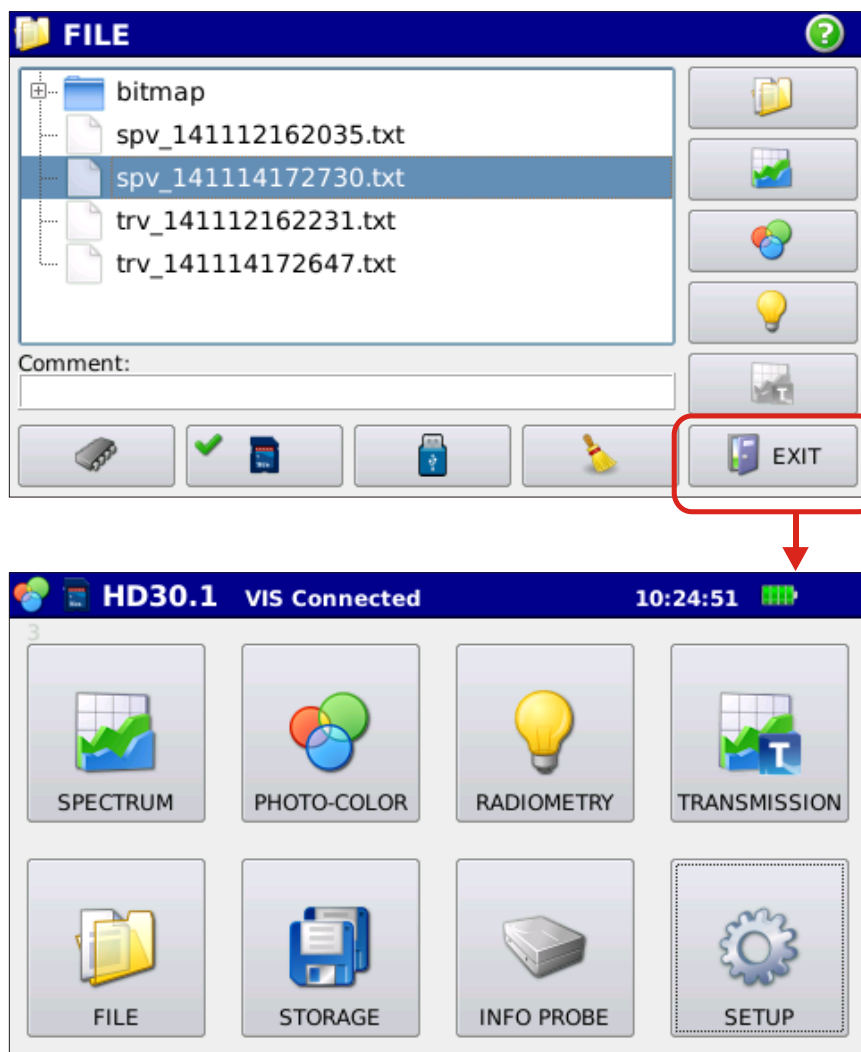

Figura 4.18: Ritorno al menu principale dal menu di gestione delle misure memorizzate
4.7 Premendo il tasto nella finestra gestione file si torna alla schermata di avvio (figura 4.18)